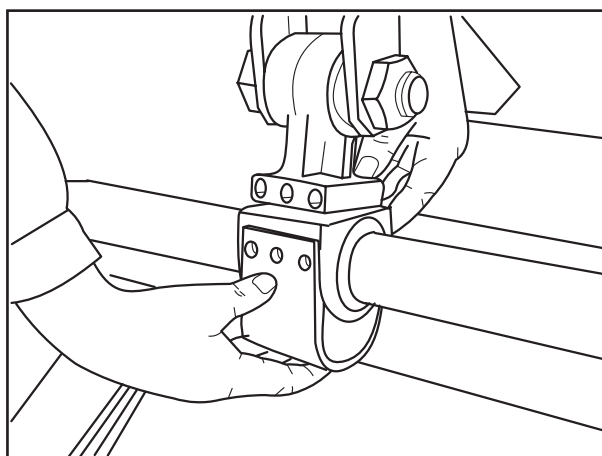

Рис. 8
- [14] Насадить крепежный хомут на полуштулки (рис. 8).